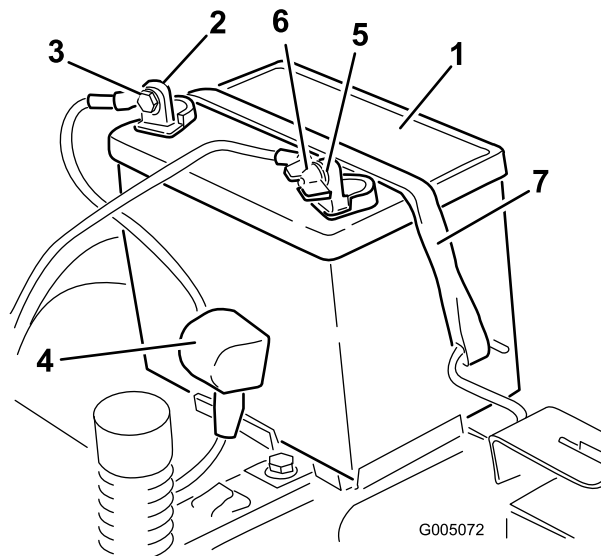

Figure 38
4. Débranchez le câble négatif (noir) de mise à la masse de la borne de la batterie (Figure 38).
6. Débranchez le câble positif (rouge) de la borne de la batterie (Figure 38).
7. Déposez la barrette de maintien de la batterie et soulevez la batterie de son support (Figure 38).
1. Placez la batterie dans son support (Figure 38).
5. Fixez la batterie en place à l'aide de la barrette de maintien (Figure 38).